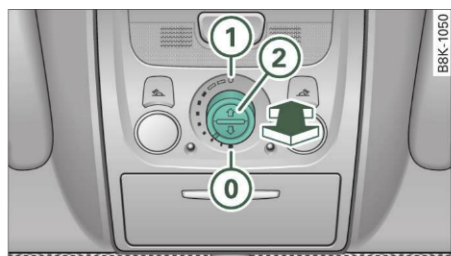

Fig. 36 Plafonul: Comutator pentru acționarea plafonului panoramic din sticlă
- Plafonul se poate ridica sau închide numai când comutatorul se află în poziția ① ⇒ fig. 36.
- Rotiți comutatorul ⇒ fig. 36 ② pe poziția dorită.